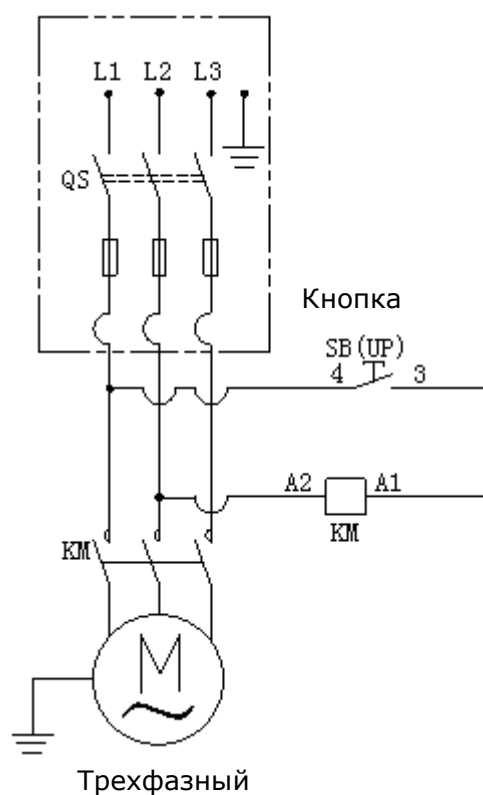

Рис. 32
1. Электрическая схема (см рис. 32).